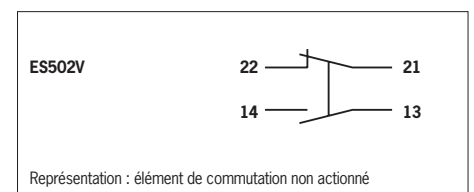

Fig. 2 : Élément de commutation et affectation des broches
3. Effectuer le raccordement et serrer les bornes (affectation des contacts, voir Fig. 2).